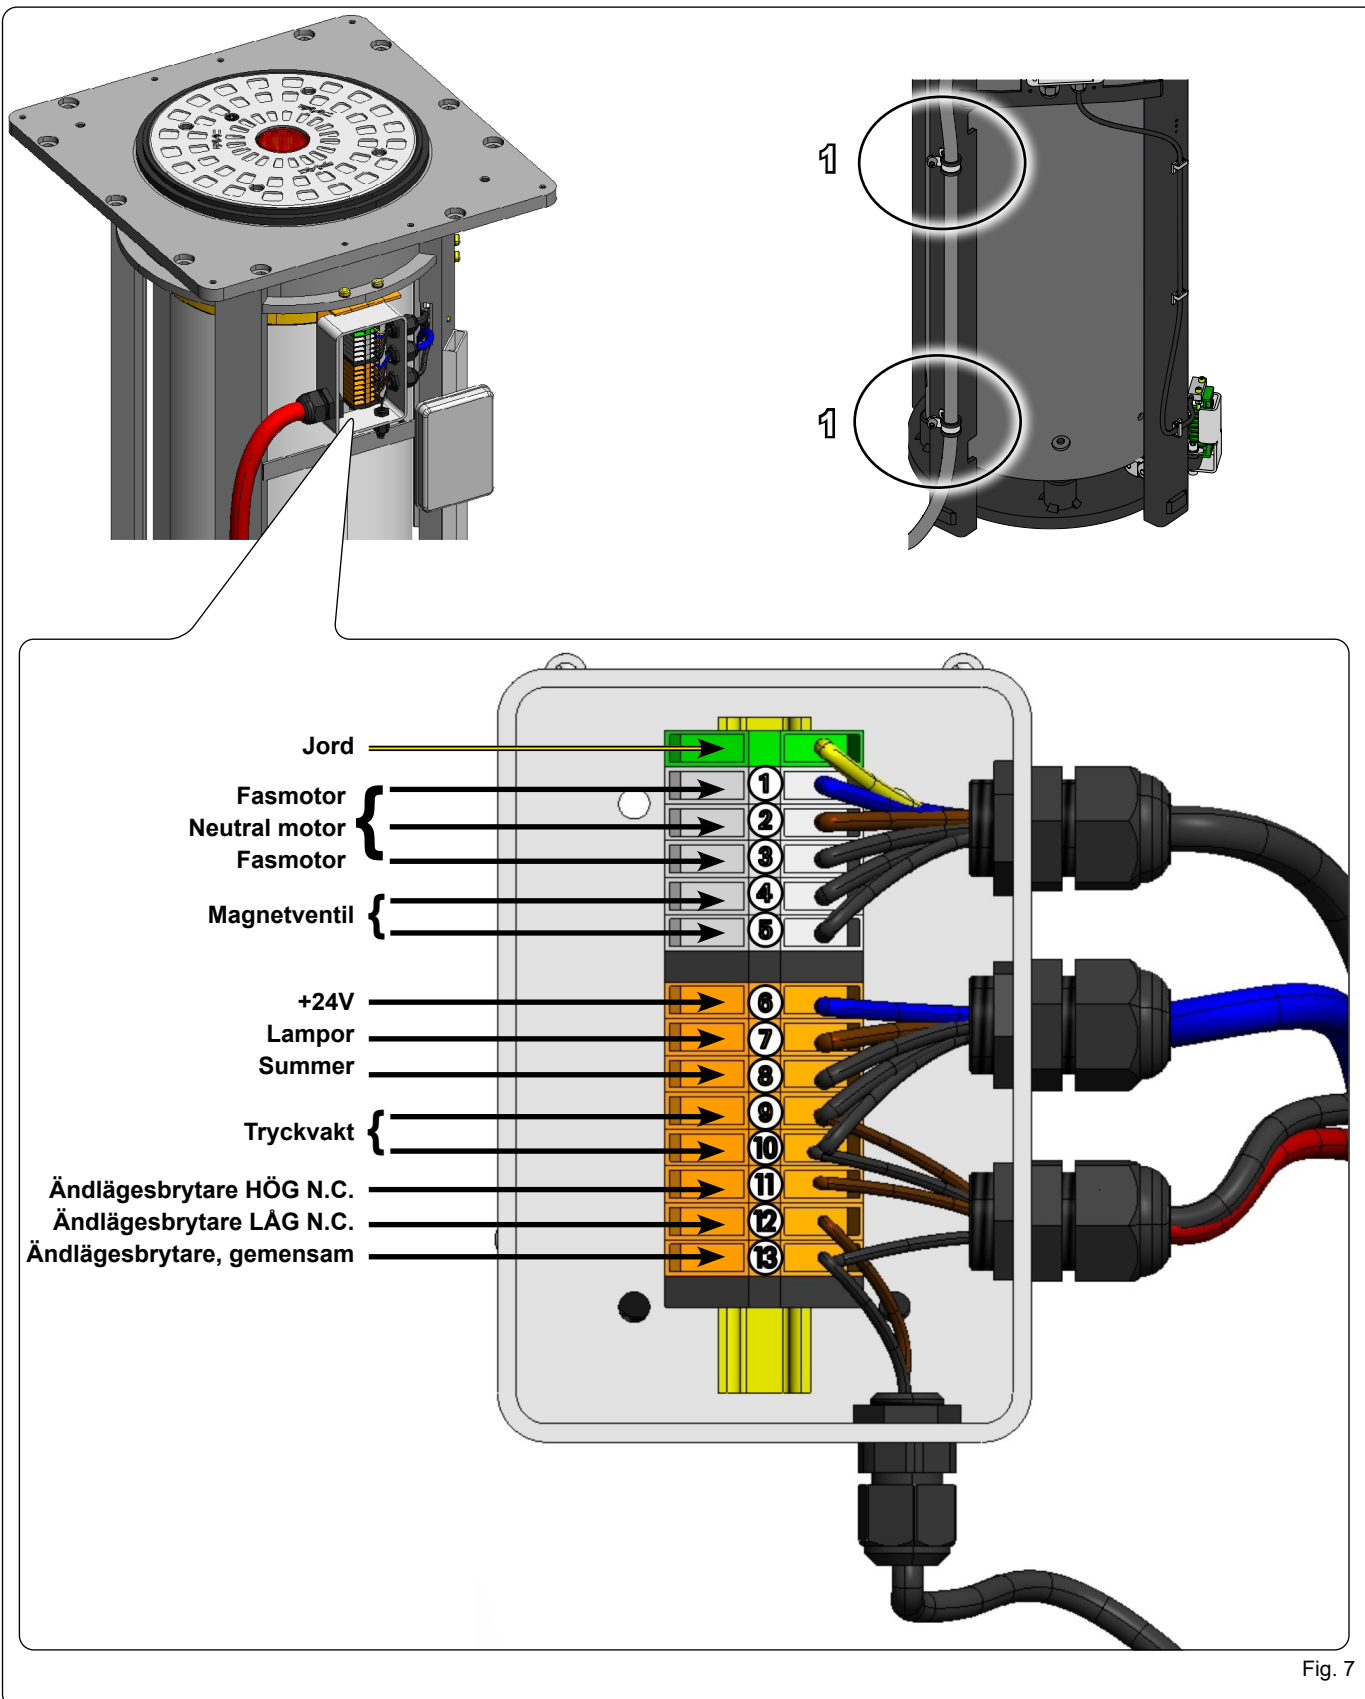

Fig. 7
För anslutning av pollaren till hanteringsenheten måste en flerpölig kabel av typen **FG16OR16-0,6/1kV-16G1,5 (16 kablar på 1.5 mm2)** med en maximal längd på **50 meter användas**. Lagg kabeln inuti ett ø 45 mm hölje och fäst den på ramen med de två medföljande kabelklämmorna (fig. 7 ref. 1). Kabeln måste komma ut ur brunnen 1.2 m för H600-versionen och 1.6 m för H800-versionen. Koppla kablarne i kopplingsdosan bredvid pollaren enligt vad som anges i figuren nedan.